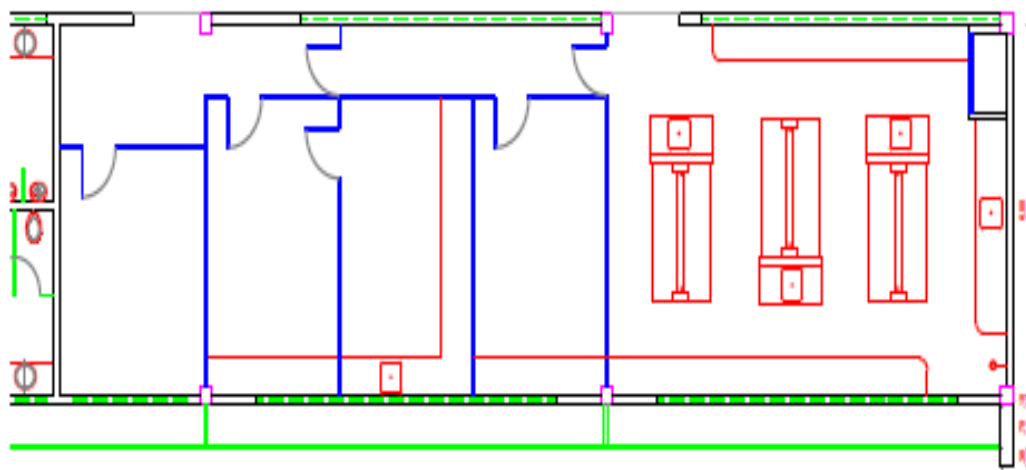

Figura 4: Laboratório de a Microbiologia.
* **Laboratório de Micobiologia** (Figura 4): No laboratório de microbiologia são desenvolvidas atividades com a finalidade de aliar a teoria à prática no que tange o controle e o monitoramento biológico das variáveis ambientais. A disciplina de Microbiologia se relaciona com as atividades deste laboratório através da realização de práticas de identificação cultivo, armazenamento e manejo de microrganismos visando o estudo de suas funções para a sua utilização na biorremediação.